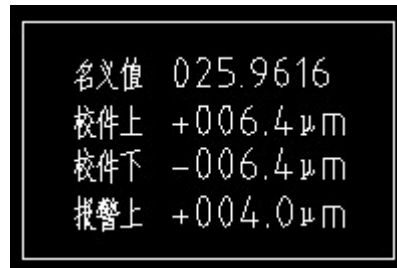

图 4
“SET”键，将近如图 4。
- 7 “校件上”设置如图 4，单位 μm ，按下“←”“→”键移动光标（闪烁位）；按“↑”
8. “校件下”设置如图 4，单位 μm ，设置方法与“校件上”相同，按“SET”键进入下一项
9. “报警上”设置如图 4，单位 μm ，报警上限等于上偏差减 1/8 公差值。设置方法与“校件上”相同。按“SET”键进入下一项设定。